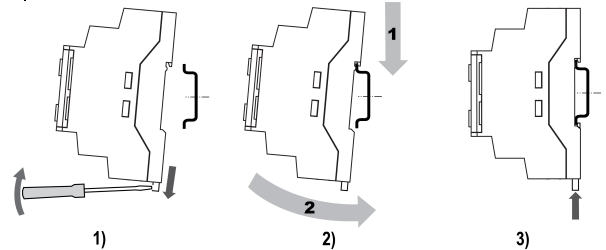

Рисунок 1 – Монтаж и демонтаж прибора
2. Вставив отвертку в проушину, оттянуть защелку (см. рисунок 1, 1). Прибор установить на DIN-рейку.
3. Прибор прижать к DIN-рейке (см. рисунок 1, 2, стрелки 1 и 2). Отверткой вернуть защелку в исходное положение.